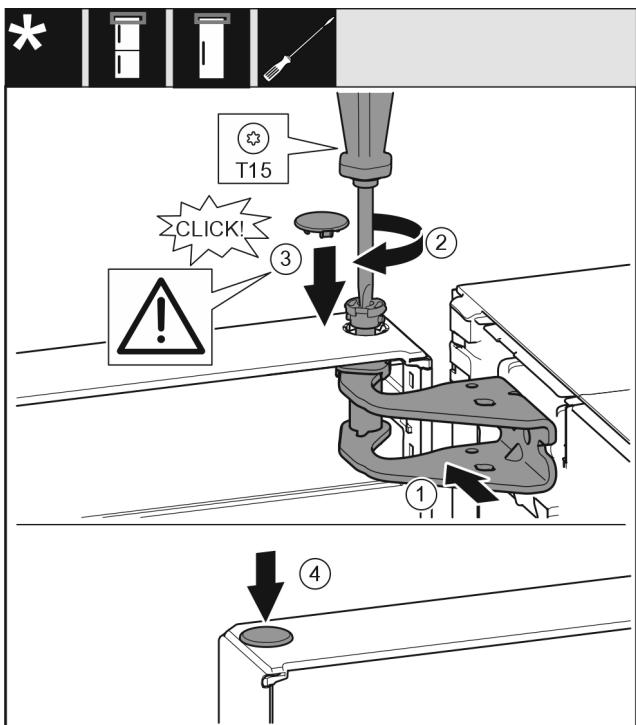

Fig. 18
- Ευθυγραμμίστε την πόρτα επάνω με το άνοιγμα στο στήριγμα. Fig. 18 (1)
- Τοποθετήστε τον πείρο και σφίξτε με κατσαβίδι T15. Fig. 18 (2)
- Τοποθετήστε το κάλυμμα ασφάλισης για την ασφάλιση της πόρτας: Τοποθετήστε το κάλυμμα ασφάλισης και ελέγχετε εάν εφαρμόζει στην πόρτα. Διαφορετικά, τοποθετήστε ολόκληρο τον πείρο. Fig. 18 (3)
- Τοποθετήστε την τάπα. Fig. 18 (4)